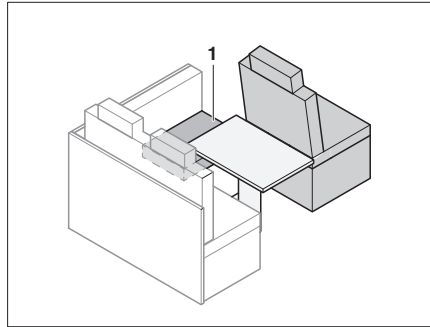

Bild 183 Vor dem Umbau
- Sitzpolster (Bild 183,1) zur Seite legen.